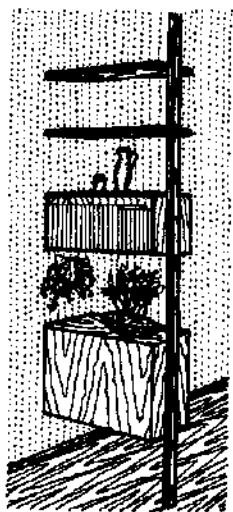
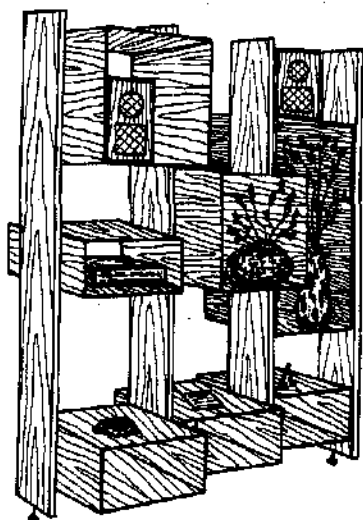

Рис. 186. Перегородка на  $\frac{1}{3}$ - $\frac{1}{3}$  ширины комнаты
Рис. 187. Сквозная перегородка с использованием игры объемов
**Многофункциональная перегородка.** В условиях квартиры довольно просто изготовить перегородку на  $\frac{1}{3}$ — $\frac{1}{4}$  ширины комнаты высотой до потолка или же до уровня поднятой руки человека среднего роста (рис. 186, 187). Удобство такой перегородки заключается в том, что ее полки можно устраивать на нужной высоте, а это дает возможность устанавливать на них предметы таких размеров и форм, которые не подходят для стандартных полок и ниш серийной мебели. Такая перегородка благодаря своей прозрачной структуре не будет создавать впечатления сплошной стены, а очень эффективно впишется в интерьер.
Крепить перегородки можно двумя способами: на стене и одном несущем бруске-стойке (рис. 186), и на нескольких стойках без стены (рис. 187). Первый способ более трудоемок из-за необходимости долбить стену. Ширину полок сделаем одинаковой.
Полки можно скомбинировать в виде полых ящиков различной формы и некоторые из них выдвинуть вперед, тогда другие как бы отодвинутся назад (рис. 187).